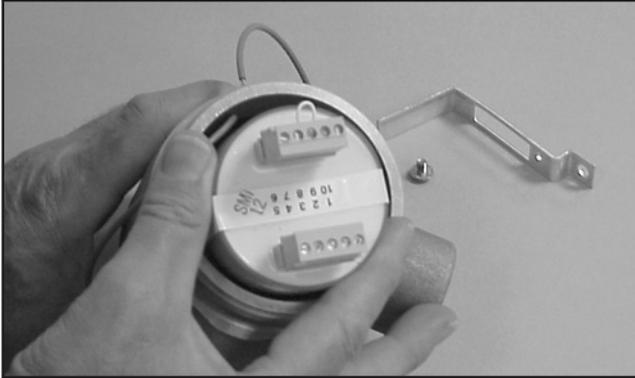

Figure 6
3. Déconnecter le câblage de sortie et déposer le préamplificateur de la boîte de jonction, figure 6.